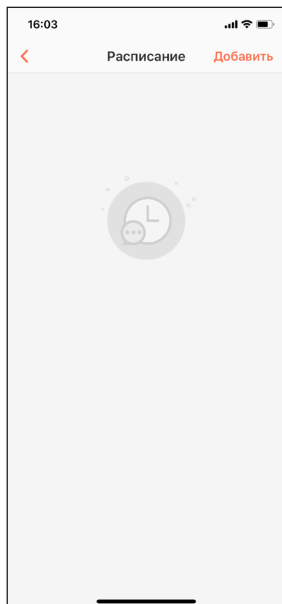

Рис. 14
7. Чтобы настроить уборку по графику, нажмите «Настройки» - «Расписание» - «Добавить», чтобы настроить график уборки [Рис. 14, 15]. Сохраните настройки.